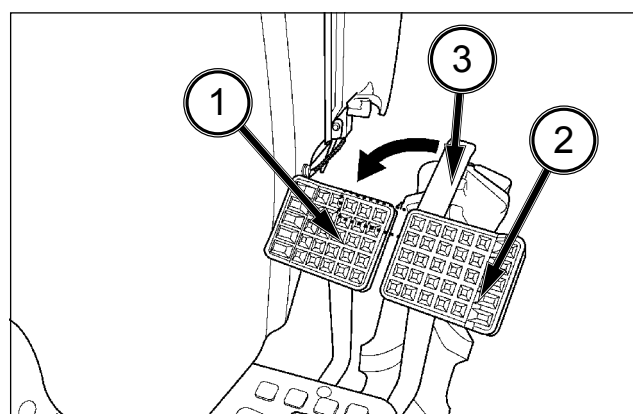

FIG. 45
FIG. 45 : La pédale de frein intérieure (1) et la pédale de frein extérieure (2) commandent indépendamment les freins des roues de gauche et de droite respectivement, pour faciliter les virages. Lorsque vous roulez sur route ou que vous utilisez le tracteur à vitesse élevée, les pédales de frein doivent être solidarisées à l'aide de la plaque d'interverrouillage (3).